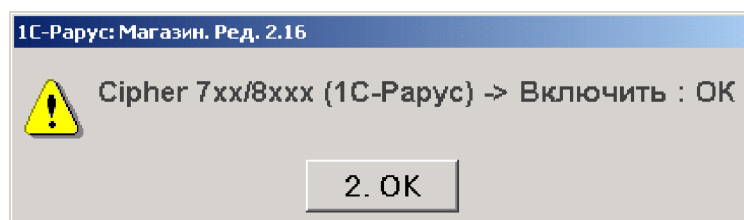

Рис. 8
- 16 Вернитесь в форму списка справочника «Оборудование» («Сервис» - «Настройка оборудования» - «Оборудование»). Повторно нажмите кнопку «Действия» и выберите в ниспадающем контекстном меню пункт «Включить». Если все настройки выполнены правильно, программа сообщит об успешном подключении (рис. 8) и в форме списка справочника оборудования появится флажок «вкл.»